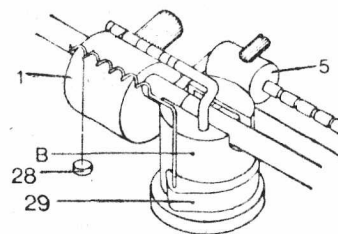

Fig. 2
- Med apparaten följer två vikter (28), en på 1 g och en på 4 g. I tabell 2 på sista sidan kan man avläsa i vilket hack (markering) man skall hänga vilken vikt för varje normal kombination av nålradie och nåltryck. Hur vikten skall hängas upp visar bild 2. Hacken i arm (3) räknas från den bockade sidan och bakåt. Dessa hack betecknas i tabellen som markeringar 1 till 7.
Titta i tabell 2 på raden för 1,5 p nåltryck i de spalt som representerar 18 µm nålradie. Man ser här att man skall använda (den mindre) 1 g vikt och hänga upp den i hack 6 på bygeln 2. Observera att vikten skall hänga fritt som bild 2 visar.